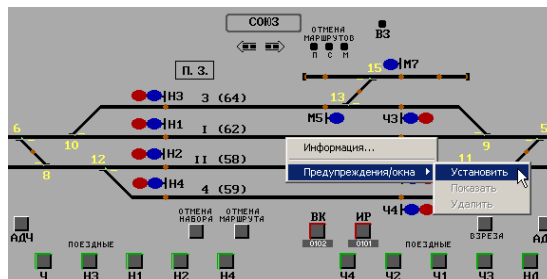

Рис. 15. Фрагмент пульт-табло станции при установке предупреждения /окна.
2. В появившемся вспомогательном меню выбрать команду «Установить» (рис. 15).
Для отмены действующего предупреждения / окна необходимо продублировать его задание и в появившемся вспомогательном меню выбрать команду «Удалить» (рис. 15).